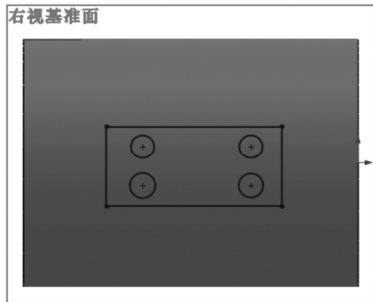

图 5-91 在右视基准面上绘制草图
- [2] 在右视基准面上绘制草图, 如图 5-91 所示。